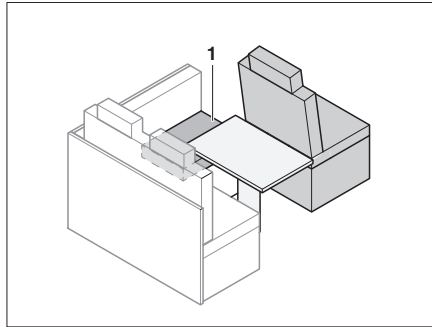

Bild 181 Före ombyggnaden
- Lägg sittdynan (Bild 181,1) åt sidan.